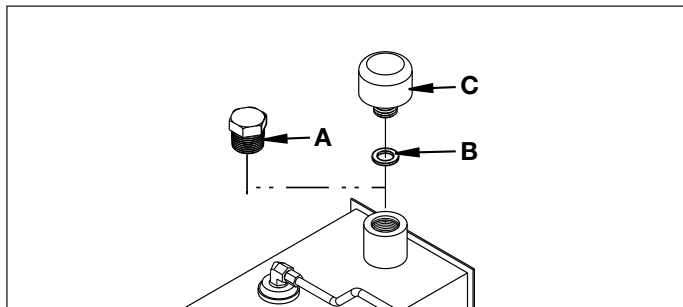

Figure 3, Installation du bouchon de remplissage
Sur les nouvelles pompes, enlever le bouchon de transport du réservoir (A) et installer la rondelle de filtre (B) et le bouchon de remplissage (C). Voir Figure 3.